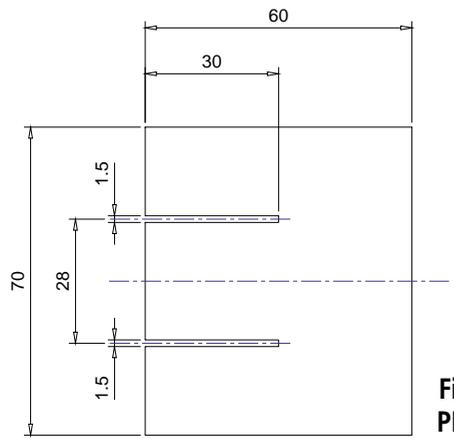

Fig.4
5. Afin de protéger l'appareil confectionner un protecteur en carton suivant les cotes de la figure 4. Faire passer les fils de la pile dans les fentes du protecteur et dessouder la pile usagée (voir figure 5).
6. Étamer les languettes de la nouvelle pile (1) loin de l'appareil afin d'éviter les projections de flux de soudure sur les surfaces d'étanchéité.